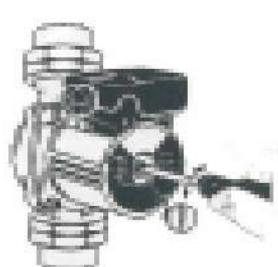

рис. 5
3. Удалите воздух из насоса ослабив заглушку, но не отвинчивая ее до конца (рис. 5)
- При продолжительном простое периодически проворачивайте вал, во избежание его блокировки: отвинтите заглушку на задней стенке насоса, с помощью плоской отвертки проверните вал мотора, затем заинтите заглушку. (рис. 5)